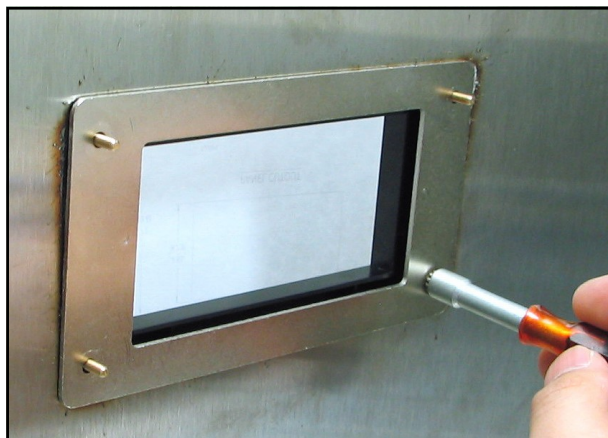
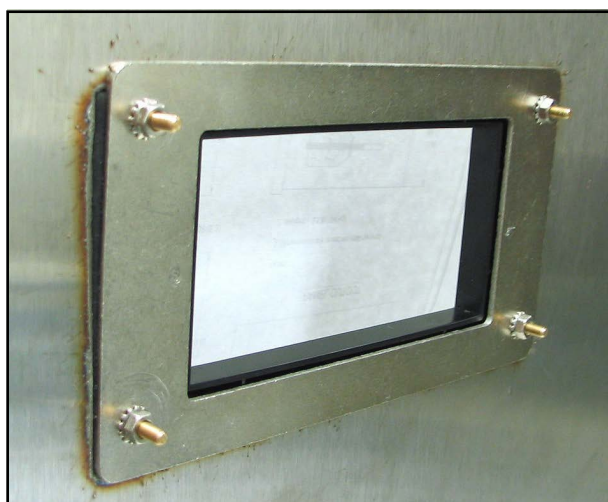

Figura 19: Fijación del conjunto al panel
Figura 20: Montaje del conjunto de la placa finalizado
4. Aplique las tuercas a los cuatro tornillos y fije el conjunto al panel (vea la *Figura 19* y la *Figura 20*). Utilice una galga detrás de la junta, compruebe la compresión y apriete las tuercas hasta que la holgura sea de $(0,81 \text{ mm} \pm 0,05 \text{ mm})$ $0,032" \pm 0,002"$.